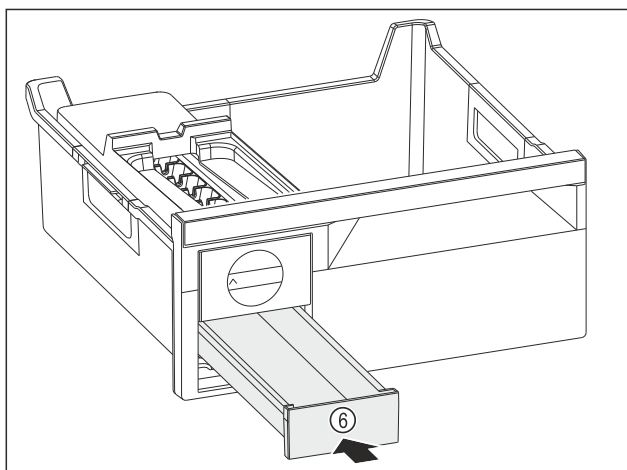

Fig. 136
- ▶ Zásuvku na kostky ledu Fig. 136 (6) zasuňte.